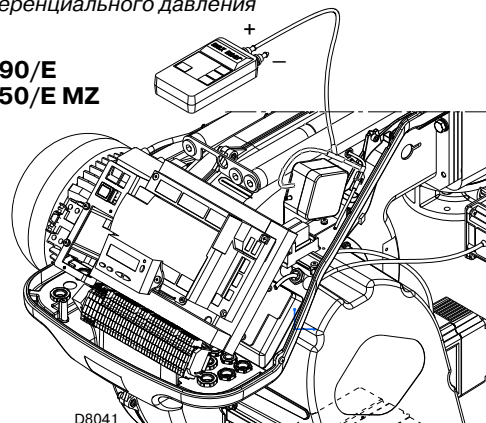

Рис. 28
- Отрегулировать реле давления воздуха (Рис. 28 стр. 33) на начало шкалы.
Выполнить регулировку реле давления воздуха (Рис. 28) после выполнения всех других регулировок горелки с реле давления воздуха, установленным на начало шкалы.
Подсоединение манометра указано на Рис. 28.
В некоторых применениях с очень низким давлением соединение реле давления не позволяет ему коммутировать. В таком случае необходимо подсоединить реле дифференциального давления, устанавливая вторую трубку между реле давления воздуха и всасывающим отверстием вентилятора. В этом случае манометр также должен быть дифференциальным, как показано на Рис. 28.